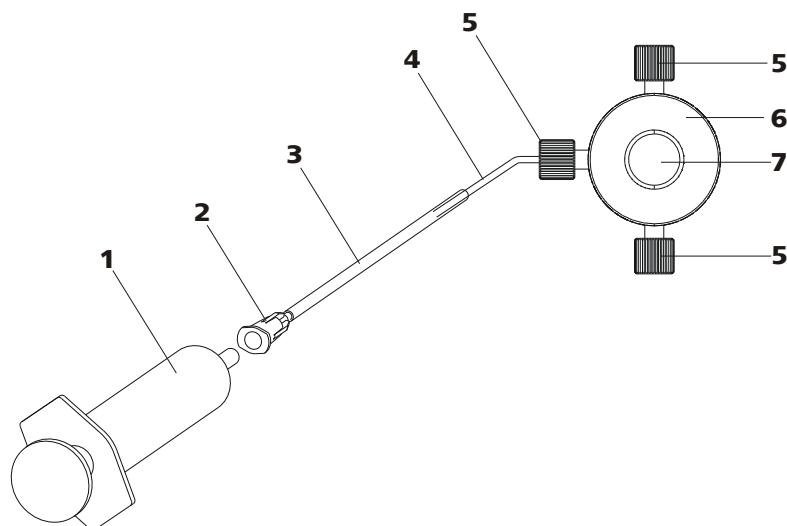

Figura 20 Purga de la bomba de alta presión
Purgue la bomba de alta presión como se indica a continuación (véase *Figura 20, página 40*):
- Inserte la jeringa (20-1) en el conector Luer (20-2) de la cánula de purga (véase Figura 20, página 40).